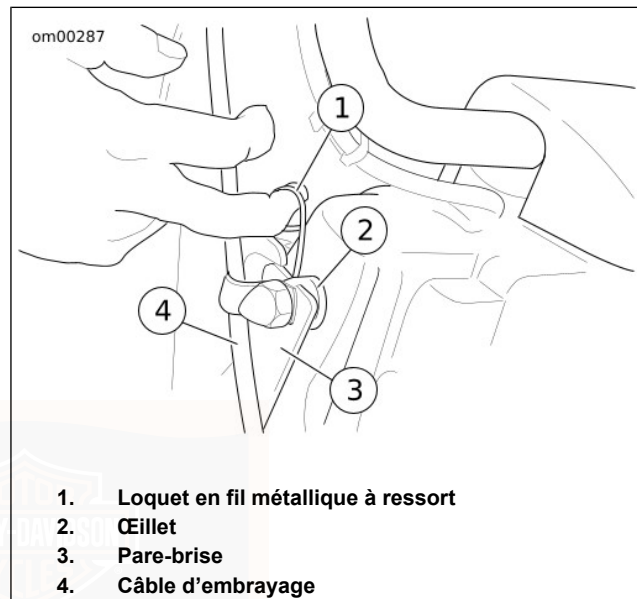

Figure 23. Pare-brise : FLHR/C
1. Voir Figure 23. Soulever les loquets en fil métallique à ressort de l'un ou l'autre des deux côtés du pare-brise et déplacer le HAUT du bloc pare-brise vers l'avant jusqu'à ce que les encoches SUPÉRIEURES du support se séparent des œillets en glissant.
1. Voir Figure 23. Soulever les loquets en fil métallique à ressort de l'un ou l'autre des deux côtés du pare-brise et faire glisser les encoches INFÉRIEURES du support de pare-brise sur les œillets inférieurs.